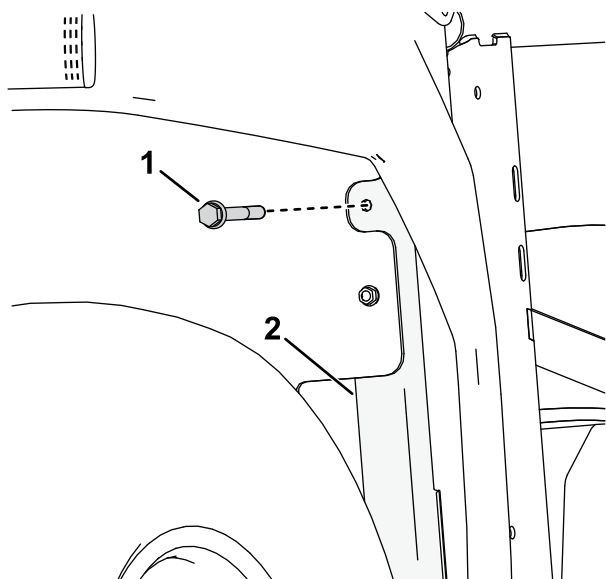

Figura 10
5. Inserte el perno de cerradero (5/16" x 2 1/2") a través del taladro realizado en la parte delantera del tubo del bastidor (Figura 10).